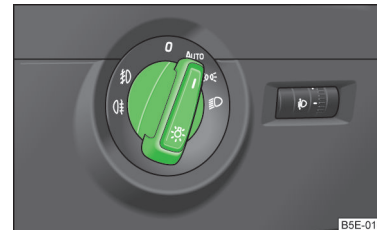

Abb. 31
- ✓ Der Lichtschalter befindet sich in der Stellung 0 oder **AUTO** » Abb. 31 auf Seite 55.
Ist der Lichtschalter in der Stellung **AUTO** » Abb. 31, schalten sich das Stand- und Abblendlicht sowie die Kennzeichenleuchte automatisch ein bzw. aus.
- › Den Lichtschalter in Stellung **AUTO** » Abb. 31 auf Seite 55 drehen.